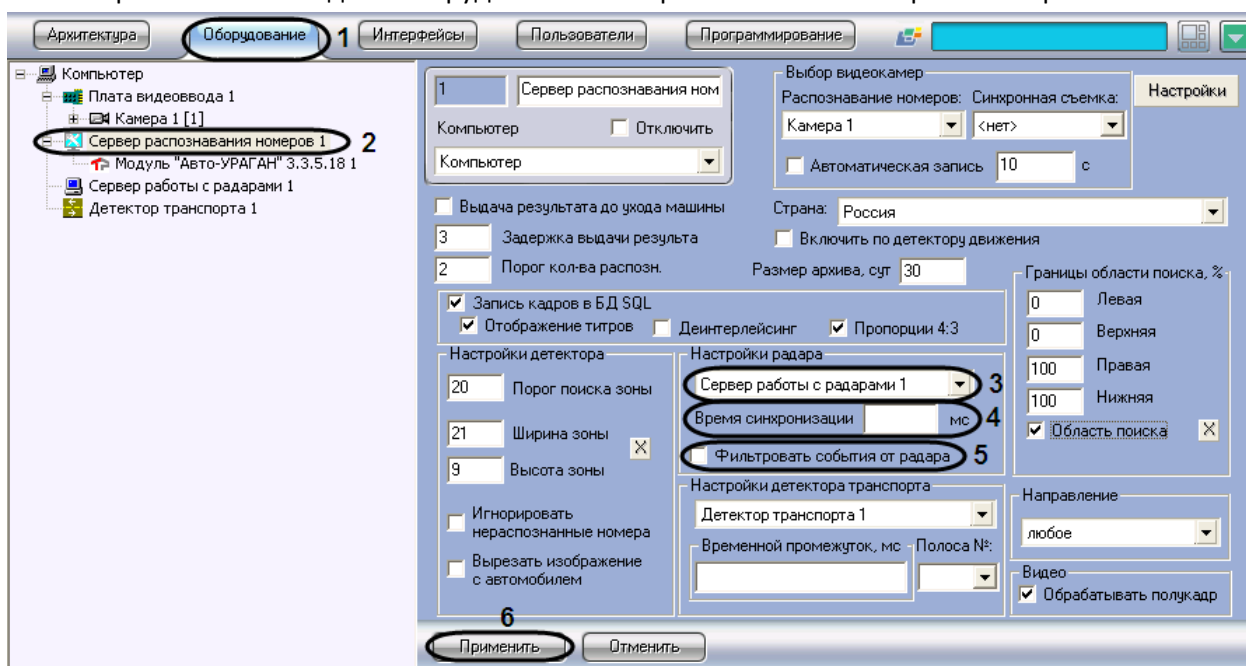

Рис. 7.2—20. Настройка совместной работы Сервера распознавания номеров и программного модуля «Радар»
2. В дереве объектов на вкладке «Оборудование» выбрать объект «Сервер распознавания номеров», соответствующий активированному программному модулю «Авто-УРАГАН 3.5.0.29», «CARMEN-паркинг», «CARMEN-Авто» или «VIT» (см. раздел «Активация программного модуля, используемого для распознавания номеров», Рис. 7.2—20, 2). В правой части вкладки «Оборудование» отобразится панель настройки выбранного объекта
3. Выбрать объект «Сервер работы с радаром» из списка доступных объектов в системе (см. Рис. 7.2—20, 3). В данном списке требуется выбрать объект «Радар», который соответствует устройству «Радар», направленному на ту же полосу дорожного движения, что и видеокамера, работающая совместно с Сервером распознавания номеров
устройством «Радар», до участка дороги, куда направлена видеокамера, работающая совместно с Сервером распознавания номеров (см. Рис. 7.2—20, 4). Параметр «Время синхронизации» выражается в миллисекундах.